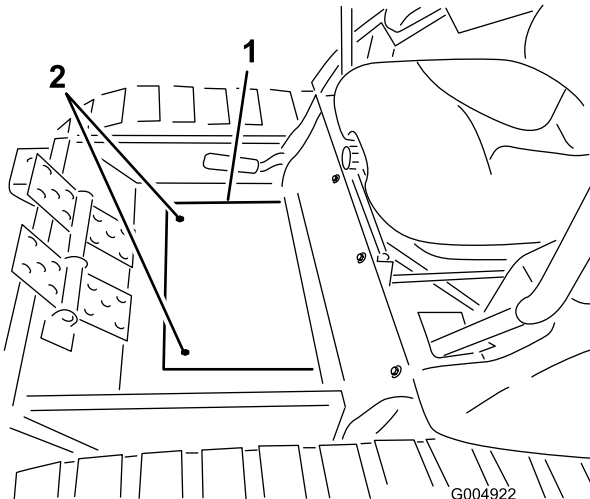

Figura 16
3. Retire los dos tornillos que sujetan la tapa de la chapa de suelo del bastidor de invierno al suelo, y retire la chapa (Figura 16).